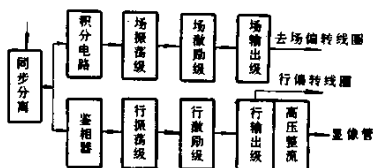

图 2-2-5 同步扫描电路方框图
(3) 伴音通道部分：它是由伴音中频放大器、鉴频器、低频放大器和扬声器组成。其主要作用是：将视频级送来的 6.5MHz 的第二伴音中频信号加以放大，同时抑制外来干扰信号，然后送入鉴频器，取出伴音音频信号，再经过音频放大器放大后，推动扬声器发出声音。
(4) 同步扫描通道部分：它是由同步分离电路、场扫描电路、行扫描电路和高压整流电路等组成，如图 2-2-5 所示。